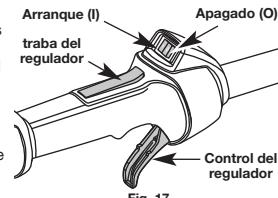

Fig. 17
**NOTA:** No hay necesidad de encender la unidad. El Control de Parada Arranque/Apagado está en la posición Arranque (I), en todo momento (Fig. 17).
- Oprima y mantenga oprimido el control de encendido y apagado en la posición de APAGADO (O) hasta que el motor se detenga por completo (Fig. 17).